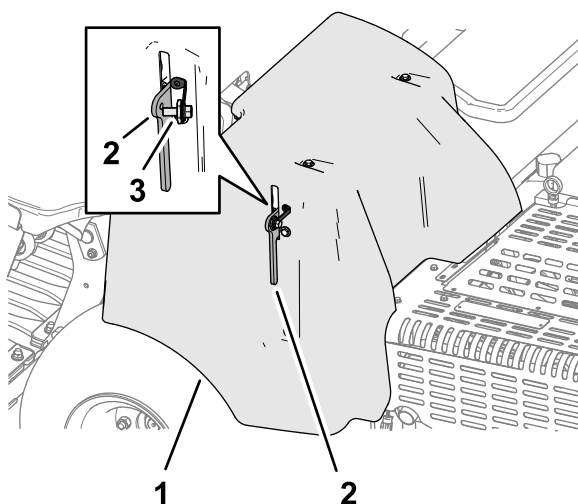

**Figura 146**
3. Abbassate completamente la maniglia del fermo per fissare il copricinghia (Figura 146).